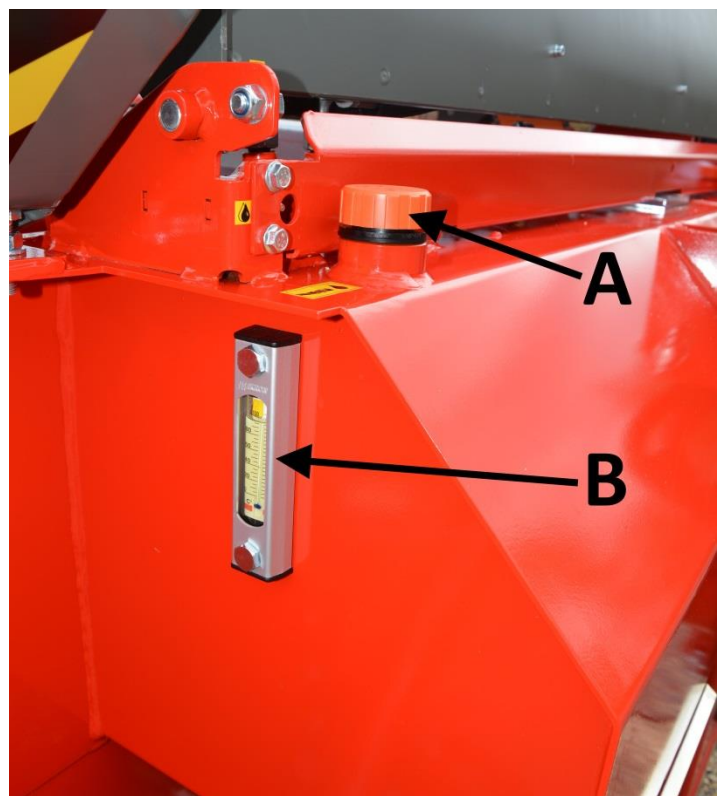

Bild 28.
2. Öppna påfyllningskorken A på bild 28.